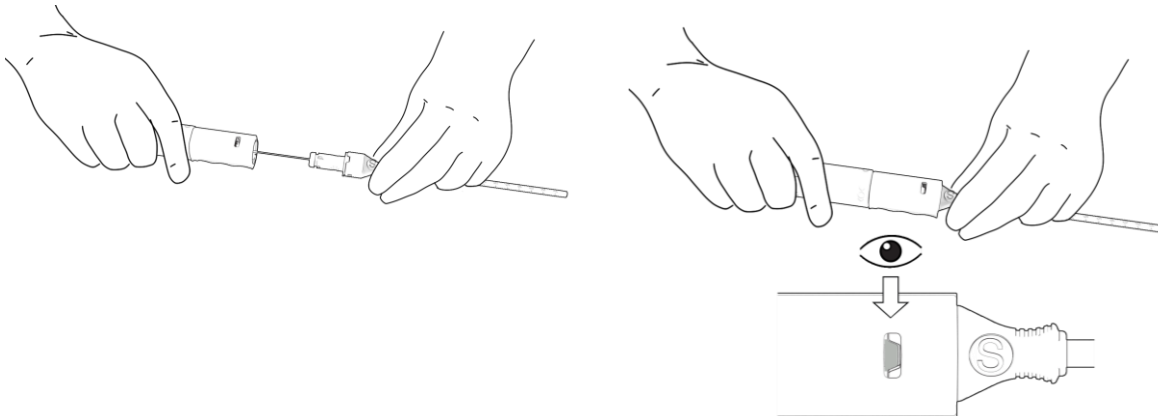

Figura 10. Inserción del dispositivo de cierre PerQseal® en la vaina introductora
- c. Sosteniendo el conector de la vaina introductora con una mano y el mango del dispositivo con la otra, avance con cuidado el mango del dispositivo. Asegúrese de que los indicadores de la vaina introductora y del mango estén alineados y que el montaje de la cánula de carga/conector de la vaina quede asegurado (con un clic) al mango del dispositivo. Observe el indicador verde en la ventana. Este confirma que el mango del dispositivo de cierre PerQseal® se ha asegurado correctamente. Figura 10.